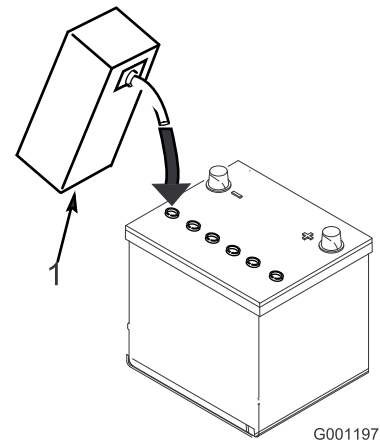

Figura 4
4. Espere aproximadamente 20–30 minutos para que el electrolito penetre en las placas. Rellene según sea necesario para que el electrolito llegue a una distancia de aproximadamente 6 mm del fondo del hueco de llenado (Figura 4).
3. Llène cuidadosamente cada celda con electrolito hasta que las placas estén cubiertas de aproximadamente 6 mm de fluido (Figura 4).